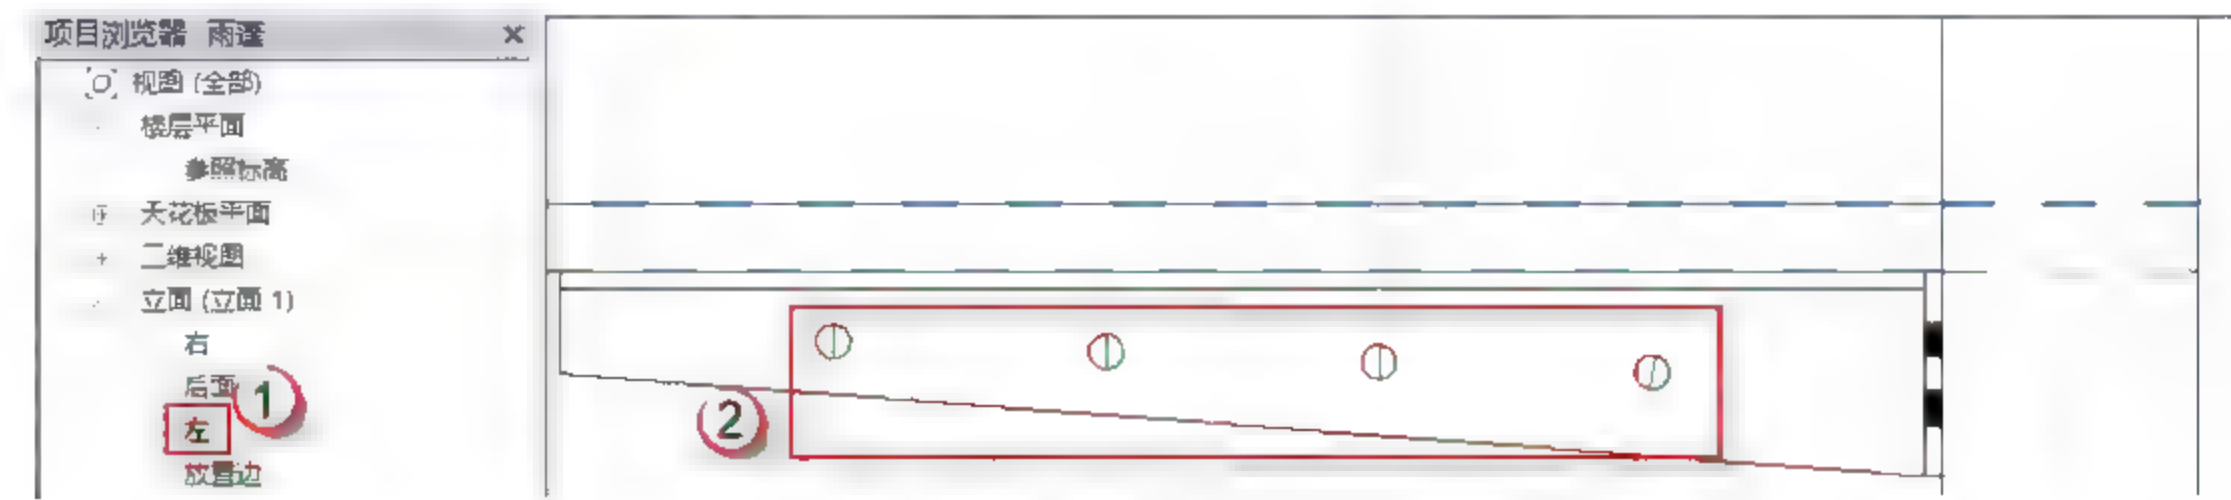

图 8.1.24 绘制辅助线
(5) 绘制连接构件。切换至“左”立面视图，运用“直线”命令在骨架的预留孔洞上绘制辅助线，如图 8.1.24 所示。